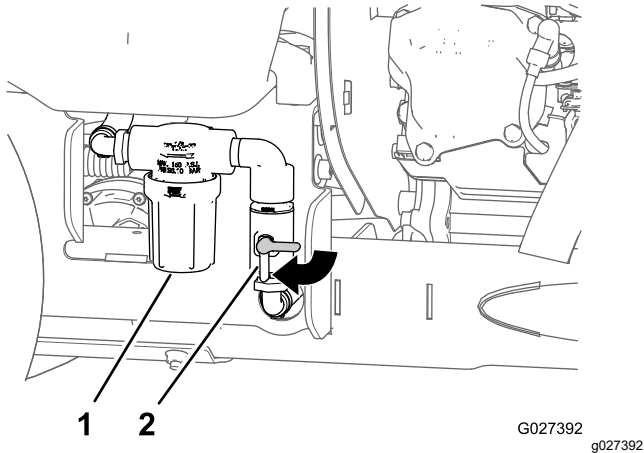

図 53
- ポンプバルブのレバーを右、すなわち開位置に回す 図 53。